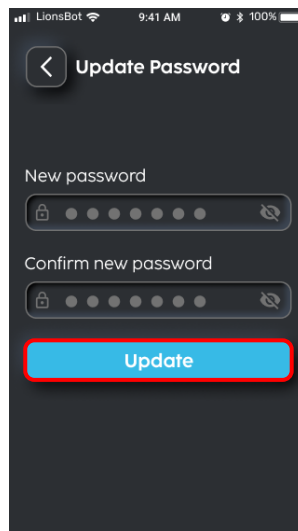

Fig. 8
6. Klik op de knop 'Update (Bijwerken)' om het wachtwoord bij te werken (fig. 8).